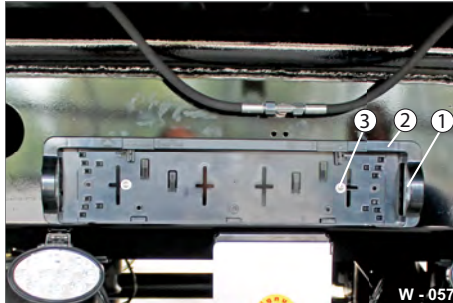

Abb. 64 Kennzeichen-Beleuchtung LED 24 V
- ▶ Lösen Sie die Befestigungsschrauben (Abb. 64/3).
- ▶ Lösen Sie den elektrischen Anschluss der Leuchtkörper (Abb. 64/1).
- ▶ Nehmen Sie die Kennzeichenhalterung (Abb. 64/2) ab.